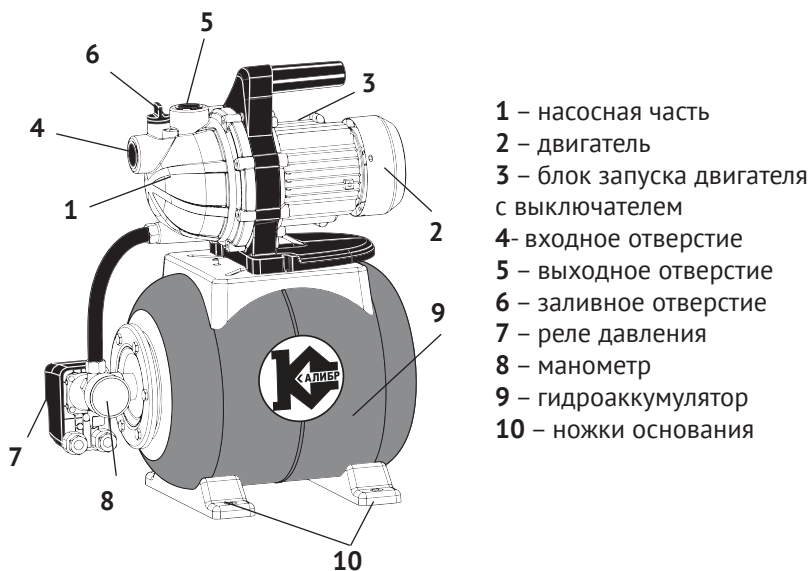
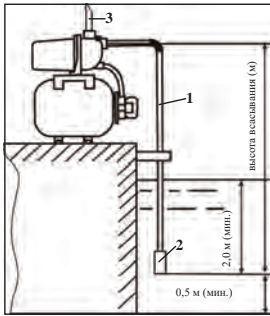

рис. 1
рис. 3
Станция состоит из гидроаккумулятора (рис.1 поз.9) и закреплённого на нём насоса с органами контроля (реле давления – рис.1 поз7, манометр – рис.1 поз.8) и управления запуска двигателя (рис.1 поз.3).
Привод насоса станции осуществляется однофазным асинхронным двигателем переменного тока (рис.1 поз.2). На якорь двигателя крепится пластиковая крыльчатка. Вращающееся с высокой скоростью рабочее колесо (крыльчатка) через диффузор и трубку вентури повышает давление воды в гидроаккумуляторе до максимального – 2,4 бар, при котором реле давления (рис.1 поз.7) отключает насос. Таким образом в гидроаккумуляторе создаётся давление, необходимое для подъёма воды на нужную высоту. При расходе воды, давление в гидроаккумуляторе понижается. При достижении давления 1,4 бара, реле давления включает двигатель насоса. На блоке запуска (рис.1 поз.3) расположен выключатель двигателя. Он имеет два фиксированных положения: «I» - включено и «0» - выключено.
2.4 Общий вид станции представлен на рис.1
2.5 Двигатель (рис.1 поз.2) в металлическом корпусе и насос (рис.1 поз.1) в пластиковом корпусе закреплены сверху, на корпусе гидроаккумулятора (рис.1 поз.9). Насос приводится в действие асинхронным двигателем переменного тока. Подключение насоса к сети осуществляется кабелем питания со штепсельной вилкой с заземляющим контактом. Насосная часть станции имеет два отверстия (Ду = 1“) для присоединения входной (рис.1 поз.4) и выходной (рис.1 поз.5) трубы (шланга). Сверху расположена заливная горловина (рис.1 поз.6) с пробкой. На блоке запуска (рис.1 поз.3) расположен выключатель двигателя. Он имеет два фиксированных положения: «I» - включено и «0» - выключено.
4.3 Установить станцию на ровной твёрдой поверхности. Для уменьшения вибрации рекомендуется закрепить ножки основания (рис.1 поз.10). Станцию лучше всего расположить как можно ближе к скважине (колодцу) подачи воды.
4.4 Присоедините к входному отверстию всасывающую трубу (шланг) и опустите её в воду, как показано на рис.3.
Внимание! Для оптимальной работы станции на всасывающую трубу необходимо установить обратный клапан (рис.3 поз.2).
4.5 Смонтируйте и присоедините к выходному отверстию (рис.1 поз.5) напорную магистраль (рис.3 поз.3). Трубы должны крепиться на специальных подвесках, чтобы не оказывать давления на станцию. Соединение труб должно быть герметичным.